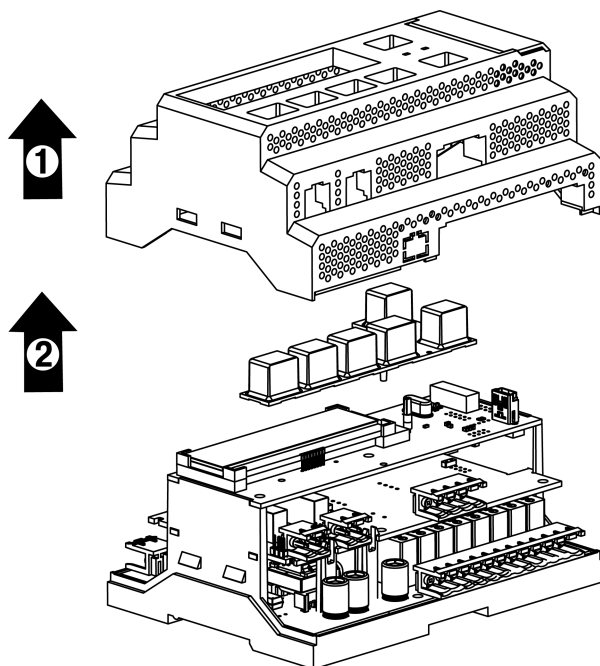

Рисунок 7.6 – Отделение верхней крышки и клавиатуры
4. Снять крышку (см. рисунок 7.6, стрелка 1). Убрать клавиатуру (стрелка 2).